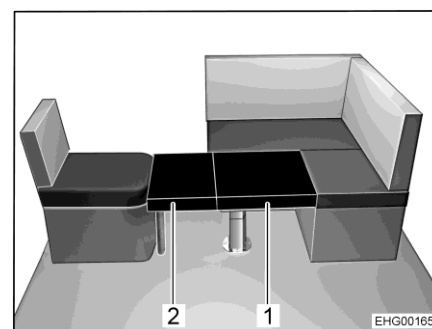

Fig. 111 Après la transformation
La dînette en L peut, avec le siège individuel latéral et la table à hauteur réglable décalable, être transformée en un lit supplémentaire. Deux coussins supplémentaires sont nécessaires pour obtenir une couchette. L'un des coussins supplémentaires (Fig. 111,2) est doté d'un repose-pieds dépliant et d'une équerre de support. L'autre coussin supplémentaire (Fig. 111,1) doit être posé sur le plateau de table.
- Déplier le repose-pieds sur le plus petit des coussins supplémentaires (Fig. 111,2).
- Accrocher l'équerre de support du coussin supplémentaire (Fig. 111,2) au siège individuel et poser le coussin sur le plateau de table.
- Poser le second coussin supplémentaire (Fig. 111,1) sur le plateau de table.